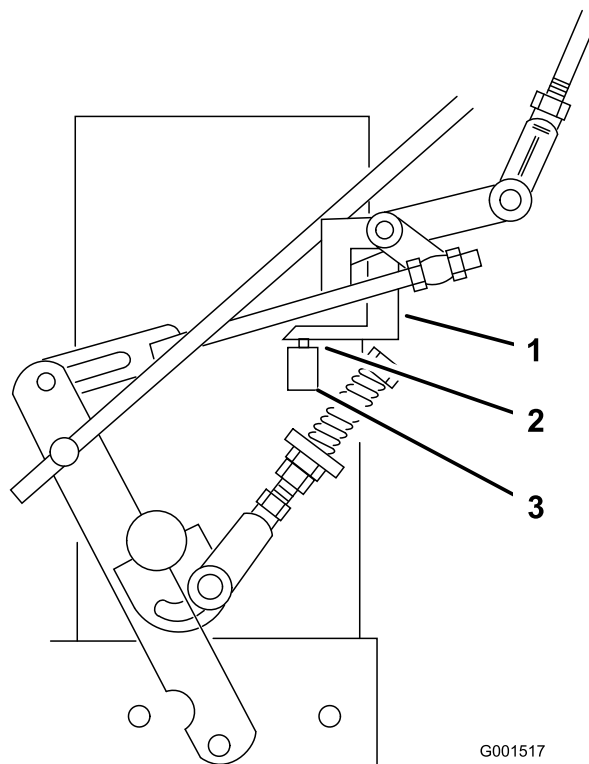

Figure 36
7. Le contacteur de sécurité doit être enfoncé et un espace de 8 mm (5/16") doit exister entre la languette d'actionnement et le contacteur (Figure 36).
8. Au besoin, ajuster la position du contacteur pour obtenir un espace de 8 mm (5/16") (Figure 36).